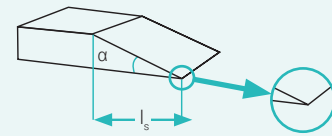

Abb. 3
- Ca. 0,5 m des Dichtungbandes abwickeln und mit einem scharfen Messer zur Klebeseite ohne Absatz schräg abschneiden → Länge des Schrägschnittes (l_s) = 3x Dicke des Bandes mit einem Winkel $\alpha < 15^\circ$ (Abb. 3).